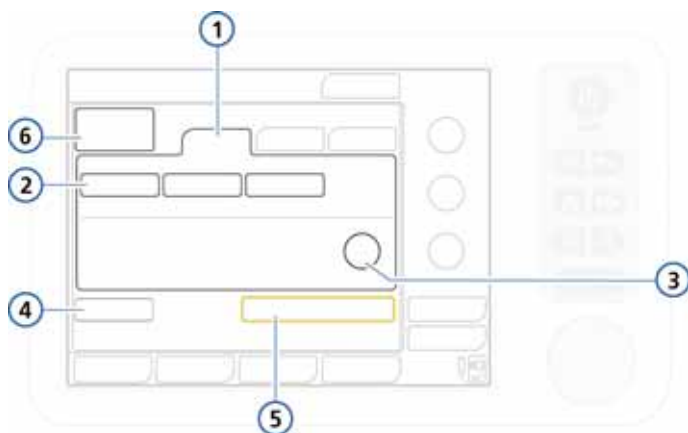

Рисунок 5-2. Группа пациентов «Младенец» (в окне «Режим Ожидания»)
1. В окне «Режим Ожидания» перейдите на вкладку «Младенец». См. рис. 5-2.
На рис. 5-2 они обозначены как «Младенец 1», «Младенец 2» и «Младенец 3» (в ходе настройки названия кнопок можно изменить). Эти настройки устанавливаются в конфигурации (раздел I.6). С помощью функций быстрой настройки можно указать параметры по умолчанию, в том числе применяемый режим вентиляции.